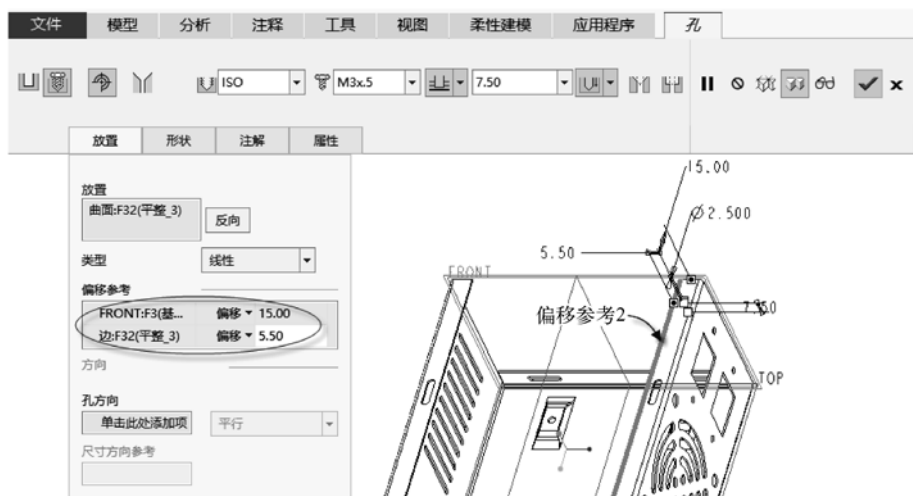

图 6-113 定义偏移参考
(4) 在“放置”面板上的“偏移参考”收集器的框内单击，将其激活。选择 FRONT 基准平面，按住〈Ctrl〉键并选择所需的边作为偏移参考，接着在“偏移参考”收集器中设置相应的偏移距离，如图 6-113 所示。